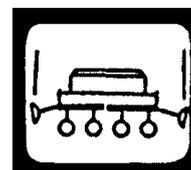

Fig.15
4.5 Touche "Traçoir de voie"(Fig.15)